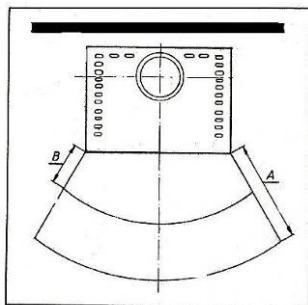

Fig. 8
Per gli elementi costruttivi, i mobili e i tessuti di arredamento infiammabili situati nella zona di irraggiamento della stufa è necessario rispettare una distanza minima di **90 cm** (A), misurati dal bordo anteriore dell'apertura del focolare. La distanza di sicurezza si riduce ai **50 cm** (B) qualora di fronte all'elemento sia installata una protezione areata (v. fig. 8).